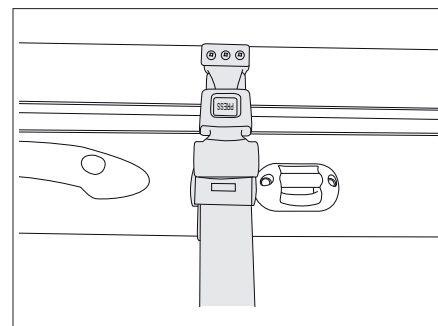

Bild 120 Sicherungsgurt Hubbett manuell
- Das Hubbett mit dem Sicherungsgurt am Dach sichern (Bild 120).